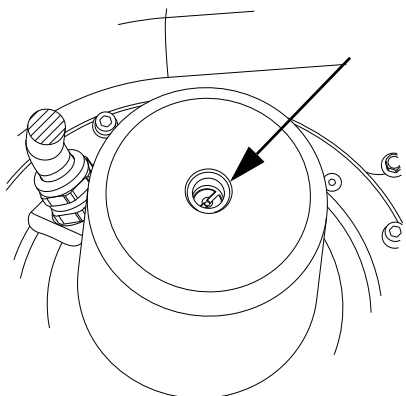

Рис. 9 Вал электродвигателя в разрезе, вид сверху
3. Установите на новом насосе новое уплотнительное кольцо (187). Убедитесь, что уплотнительное кольцо установлено глубоко на месте.
5. Проверьте направление вращения, достав рым-болт и заглушку в верхней части электродвигателя. См. рис. 9 или воспользуйтесь инструментом для измерения вращения (E) (см. раздел 4.1 *Специальный инструмент*).
2. Переверните электродвигатель дном вверх и извлеките уплотнительное кольцо (187) и манжетное уплотнение (187a), если таковые установлены.
3. Ослабьте рым-болт и заглушку в верхней части электродвигателя и заблокируйте вал, вставив отвертку в паз в торце вала. См. рис. 9.
4. Отпустите и извлеките рабочее колесо (49), убрав шпонку рабочего колеса (A).
2. Заблокируйте вал, вставив отвертку в паз в торце вала. См. рис. 9.
3. Слегка затяните рабочее колесо при помощи шпонки рабочего колеса (A).
4. Замените уплотнительное кольцо (187).
5. Установите электродвигатель в резервуар и затяните винты (55b) с необходимым моментом затяжки. См. раздел 5. Моменты затяжки и смазочные материалы. Убедитесь, что уплотнительное кольцо (187) установлено глубоко на месте.